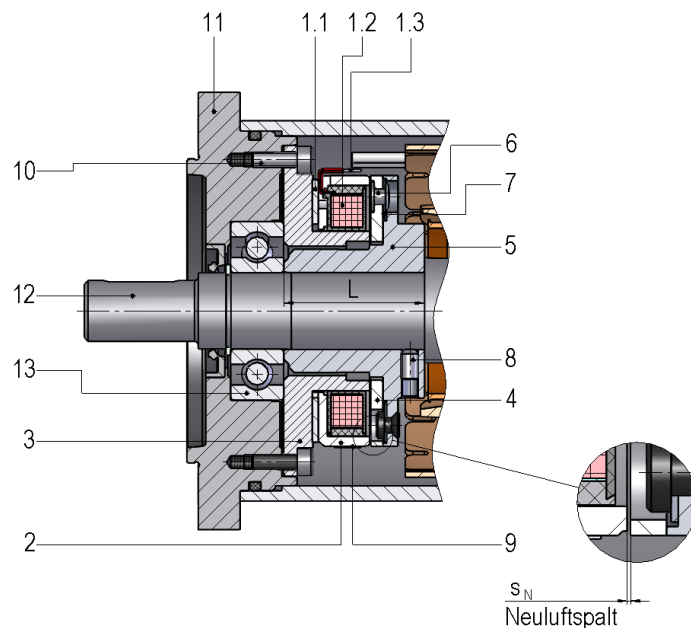

Abb. 14/1: Permanentmagnet-Einflächenbremse 86 621..H00 mit Anker 400
Der Abstand  $L$  (siehe Abb. 14/1) zwischen dem Außenring des Kugellagers (13) (Anschlag für Innenring (3) der Bremse) und der Anschlagsschulter der Maschinenwelle (z.B. Motorwelle) (12) (Anschlag für Flanschnabe (5)) ist so zu dimensionieren, dass sich beim Einbau bzw. Montage der Komponente in die Maschine (z.B. Motor), der erforderliche Neuluftspalt  $s_N$  (siehe Tab. 37/1, Technische Daten) einstellt.
**Bezugszeichenlisten zur Abb. 14/1**